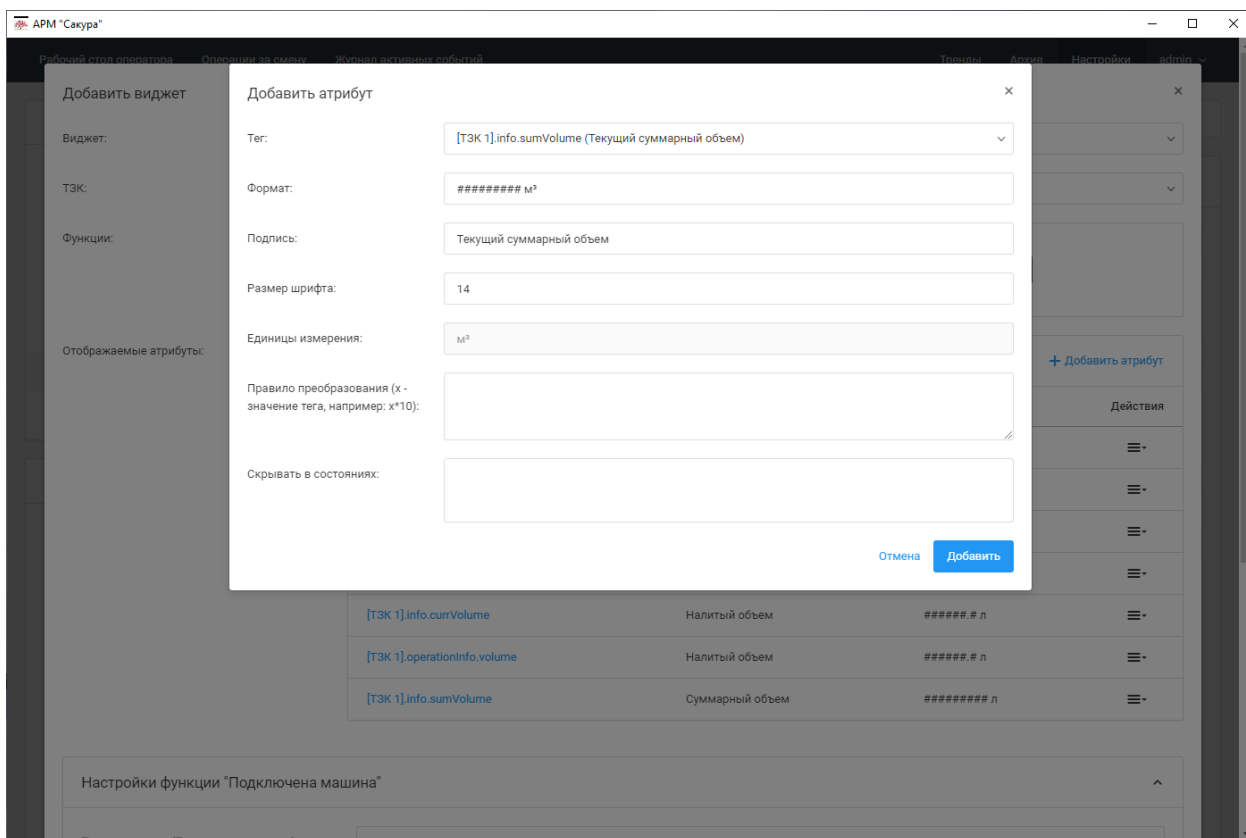

Рисунок 51 - Форма настройки атрибутов для виджета "Панель универсального ТЗК"
- **Блок атрибутов** – настройка какие атрибуты ТЗК (дочериного оборудования) будут отображаться (Рисунок 51)
- Блок атрибутов – настройка какие атрибуты присадки (дочернего оборудования) будут отображаться (Рисунок 51)